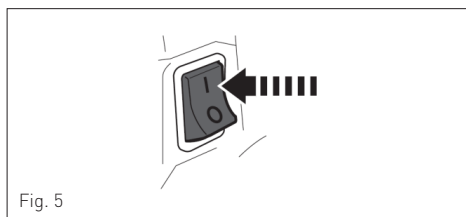

Fig. 5
(3) Ligue o interruptor (posição "I"), (Fig. 5).